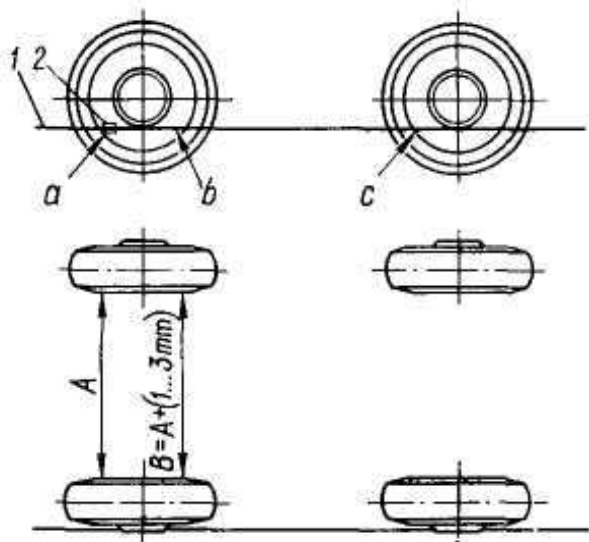

Рис. 181. Проверка и регулировка схождения передних колёс:
- проверьте правильность установки передних колёс на стенде. Вариантом проверки правильности установки может быть проверка с помощью шнура. Натяните шнур 1 (рис. 181) так, чтобы он касался о боковые выпуклости шин в точках *a*, *b* и *c* и касался внизу о диски колёс, подложив в точке *a* пластину толщиной 1 мм